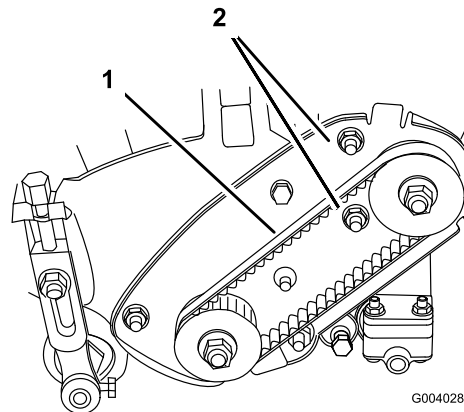

Figura 32
- A. Afloje las tuercas de montaje del alojamiento del cojinete (Figura 32)
- C. Sin variar el ajuste de la llave dinamométrica, apriete las tuercas de montaje del alojamiento del cojinete (Figura 32). No tense demasiado la correa.